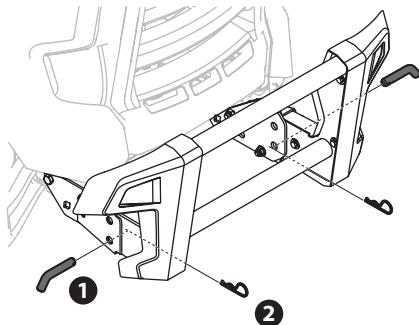

Figura 17
2. Instale los pasadores en el lado derecho e izquierdo de la protección del cepillo y, luego, asegúrelos con dos pasadores de chaveta que se incluyen en el paquete de elementos de ferretería (Figura 17).